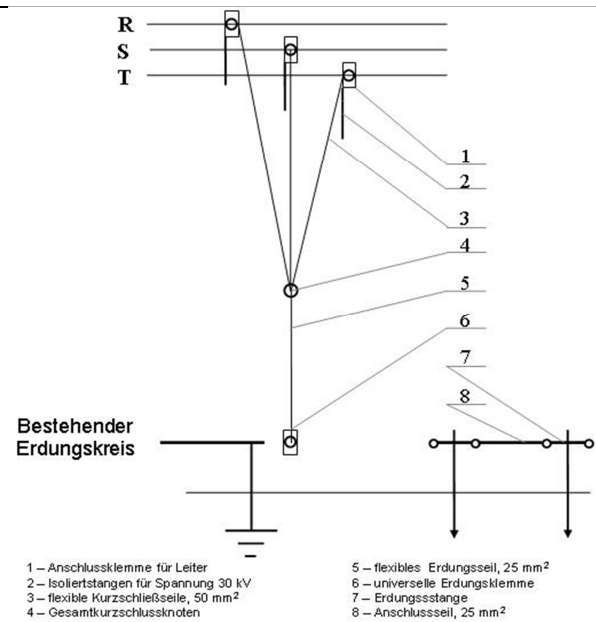

Abb. 1. Bauform der tragbaren Erdung für 20kV-Freileitungen.
– **Die KurzschlieÙvorrichtung** besteht aus 3 Leiteranschlussklemmen (1 – sieh. Abb. 1), aus 3 Isolierstangen für Spannung von 30kV, die daran starr angeschlossenen sind (2), aus 3 flexiblen Seilen (3) mit Querschnitt von 50 mm² und Länge von 2,0 m, die an einem gemeinsamen Punkt kurzgeschlossen sind (4). Die Leiteranschlussklemmen ermöglichen ein zuverlässiges Anklempfen an Leiterseile (Cu, Al) mit Querschnitt von höchstens 120 mm². Die Isolierstangen müssen eine Länge von 1,5 m und ein Durchmesser von 33-35 mm aufweisen, signalgelbe Farbe haben und mit einem schwarzen Ring ausgestattet sein, der den erforderlichen Sicherheitsabstand zu Teilen begrenzt, in denen Reststrom fließen kann. Die Leiteranschlussklemmen müssen mit 3 flexiblen Kurzschlussseilen an einem gemeinsamen Punkt angeschlossen sein. Jede Erdung ist mit einer zuverlässigen Kennzeichnung im Bereich des gemeinsamen Kurzschlusspunktes der flexiblen Seile zu versehen, worauf der Herstellername und das Herstellungsdatum deutlich sichtbar sind. Auf den Seilen für mechanischen Schutz muss es einen durchsichtigen Mantel mit durchsichtiger Schutzvorrichtung gegen Biegung an den Verbindungsstellen geben.
– **Die Erdungsvorrichtung** besteht aus einem flexiblen Erdungsseil (5) mit Querschnitt von 25 mm² und Länge von 11 m, einer universellen Erdungsklemme (6), zwei ErdungsspieÙen (7) und einem Anschlussseil (8) mit Querschnitt von 25 mm² und Länge von 2 m. Die universelle Erdungsklemme muss für Montage an Schienen, Leiterseilen und Bolze mit einem kugelförmigen Kopf Ø 20 geeignet sein. Das Erdungsseil verbindet den gemeinsamen Kurzschlusspunkt mit den ErdungsspieÙen oder der Erdungsklemme. Das Seil endet mit einem Kabelendverschluss, dessen Öffnung Ø 13 ist. Die ErdungsspieÙe weisen eine Länge von 50 cm und ein Durchmesser von Ø 20 auf. Im oberen Teil der Erdungsstangen unter rechtem Winkel muss eine Leiste mit 2 Schrauben M12 und 2 Flügelmüttern geschweiÙt sein. Das Anschlussseil dient dazu, dass die beiden ErdungsspieÙe erforderlichenfalls gleichzeitig angeschlossen werden, damit der Übergangserdungswiderstand R_з verringert wird. Auf den Seilen für mechanischen Schutz muss es einen durchsichtigen Mantel mit durchsichtiger Schutzvorrichtung gegen Biegung an den Verbindungsstellen geben. Die universelle Erdungsklemme ist eine Vorrichtung zum Verbinden des Erdungsseils mit bestehendem Erdungskreis. Der Anschluss der Klemme ans flexible Erdungsseil ist mit einer Schraube M12 auszuführen. Die universale Erdungsklemme muss Kontakt mit dem Erdungskreis bei einem minimalen Übergangswiderstand ermöglichen.